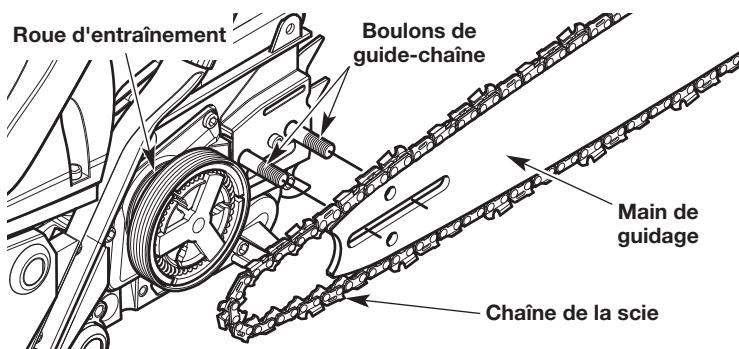

Fig. 31
- Enlevez le guide-chaîne et la chaîne des boulons du guide-chaîne (Fig. 31).
- Maintenez la chaîne et le guide-chaîne ensemble, en position sur l'appareil. Nouez la chaîne autour du pignon d'entraînement et installez le guide-chaîne sur les boulons du guide-chaîne (Fig. 31). Assurez-vous que le guide-chaîne est à plat contre la surface de montage. Assurez-vous que les méplats de la chaîne se trouvent dans les rainures sur le pignon d'entraînement.